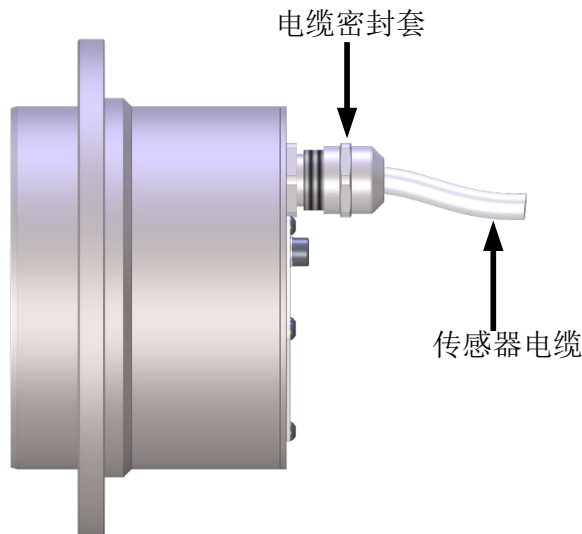

图 3：传感器电缆密封套
- 安装电缆时，用户应提供所需的电缆应力消除装置，以保护电缆密封套（图 3）。电缆的最小弯曲半径必须保持在 90mm。电缆的任何弯曲都必须距离电缆密封套至少 25mm。